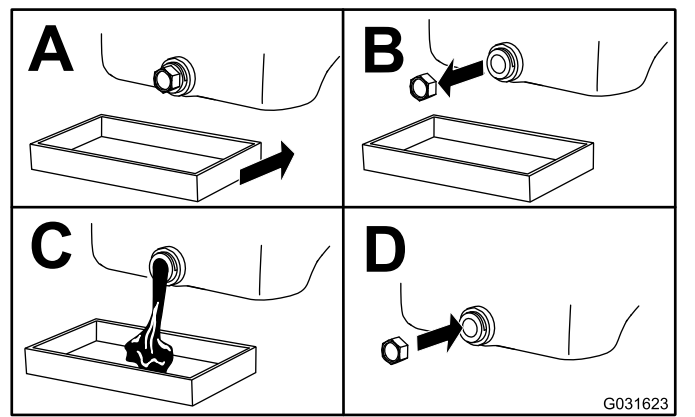

Figura 51
- Cambie el aceite del motor, según se muestra en Figura 51.